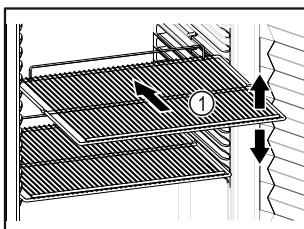

Fig. 54
- Ak sa dajú odkladacie rošty Fig. 54 (1) premiestniť, prispôsobte výšku.